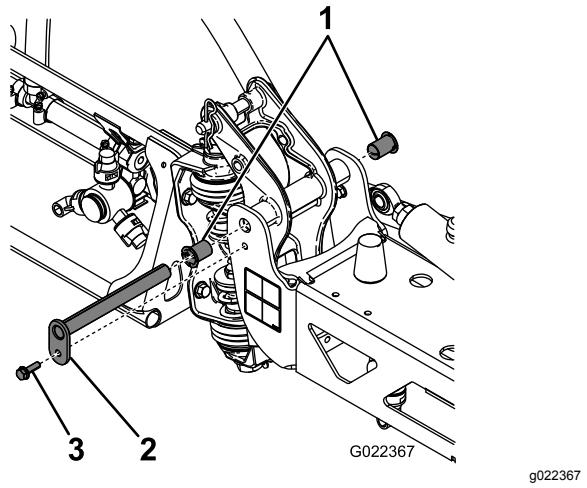

Figura 95
3. Quando il peso della barra è supportato, togliete il bullone e il dado che fissano il perno di articolazione nel gruppo barra (Figura 95).
6. Togliete le boccole di nylon dal lato frontale e posteriore della staffa orientabile e controllatele (Figura 95).
8. Montate la barra e la staffa orientabile nel telaio centrale, allineando i fori (Figura 95).